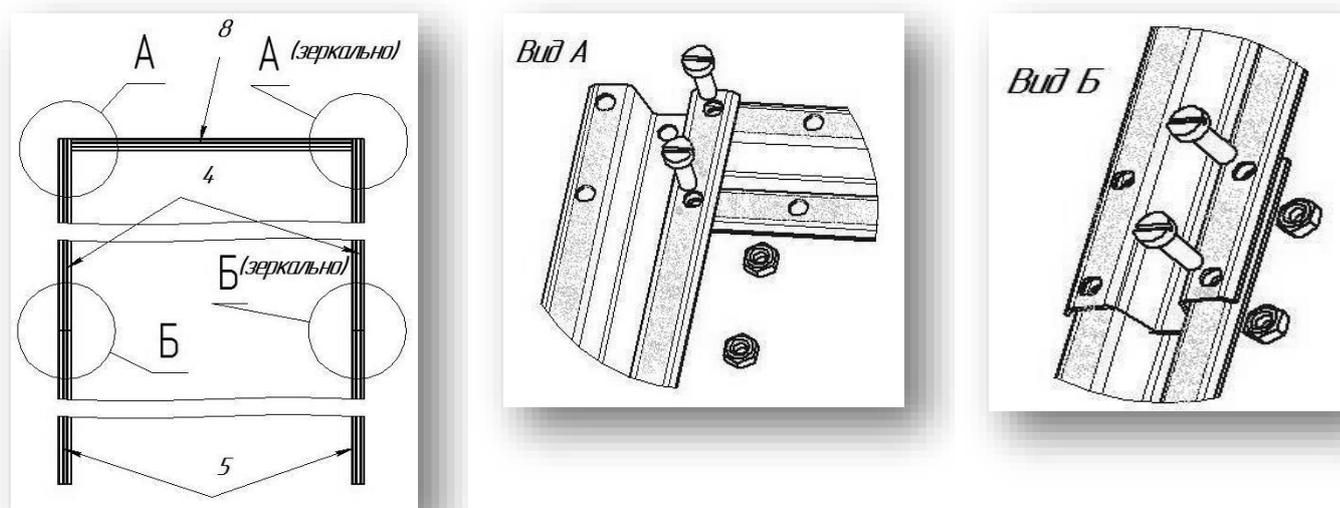

Рисунок 4
3.2.1 Соедините между собой детали торца 4, 5, и деталь торца и двери 8, образуя дверной проем как показано на рис.4, при этом профиль 4 должен быть повернут к профилю 8 тем торцом, на котором выполнено 5 отверстий (Вид А).